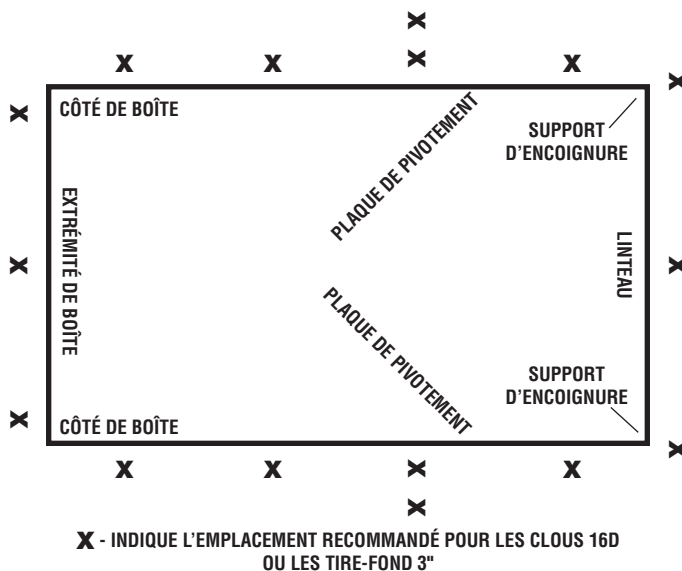

FIGURE 3
- B.** Clouez les côtés (montants) du cadre d'escalier sur l'encadrement de l'ouverture brute, en utilisant des clous 16d ou des tire-fond de 3". Des trous sont fournis dans les plaques de pivotement et les supports de charnières à piano. Clouez aussi au travers des planches d'extrémité dans les linteaux de l'ouverture brute. Compétez l'installation permanente en utilisant des clous 16d ou des tire-fond de 3" pour fixer le cadre d'escalier sur les quatre côtés de l'ouverture brute selon le diagramme de la FIGURE 3. Utilisez au moins trois fixations espacées régulièrement sur chaque extrémité de boîte, et au moins cinq fixations espacées régulièrement sur chaque côté de boîte. Enlevez les clous 8d plantés et les planchettes utilisées comme support temporaire.